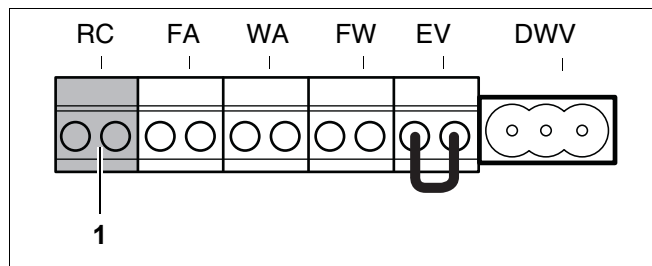

Рис. 30 Клеммы для подключения блока управления RC и шины EMS
- Подключить систему управления Logamatic RC20, RC30 или каскадную систему управления Logamatic 4121, 4122 к оранжевой клемме RC (рис. 30, **поз. 1**). При этом следует использовать 2-жильный силовой кабель сечением 0,4 - 0,75 мм².
- При внешнем монтаже модулей, подключите модули к шине EMS на клеммах RC (рис. 30, стр. 34).
- Подключите шину EMS к клемме RC (рис. 30, стр. 34).